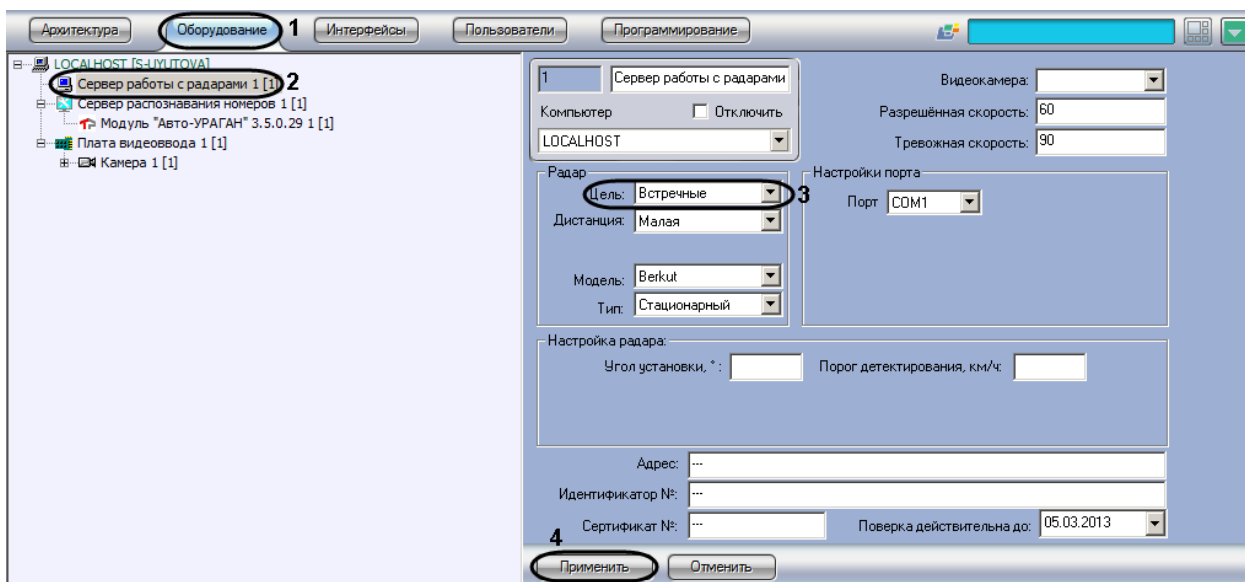

Рис. 7.3—7. Выбор направления движения транспортного средства, относительно устройства «Радар»
2. В дереве объектов на вкладке «Оборудование» выбрать объект «Сервер работы с радарамми», соответствующий настраиваемому программному модулю «Радар» (см. Рис. 7.3—7, 2). В правой части вкладки «Оборудование» отобразится панель настройки выбранного объекта.
3. В списке «Цель» выбрать направление движения транспортного средства относительно устройства «Радар» для определения скорости движения (см. Рис. 7.3—7, 3).
4. Нажать кнопку «Применить» (см. Рис. 7.3—7, 4).